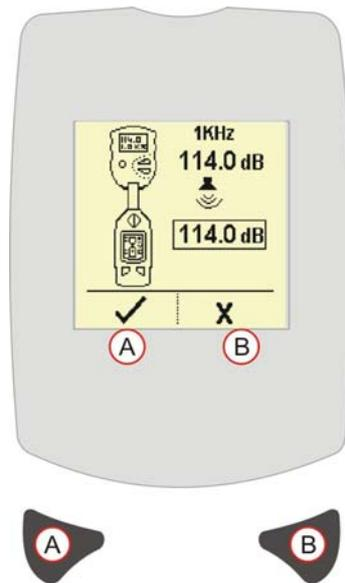

图 5 校准模式屏幕
4. 将声学校准器牢固地安装到麦克风上。设备可以自动检测到发自 94 或 114 dB 校准器的一个 1 kHz 的声音，并进入校准模式（请参阅图 5）。